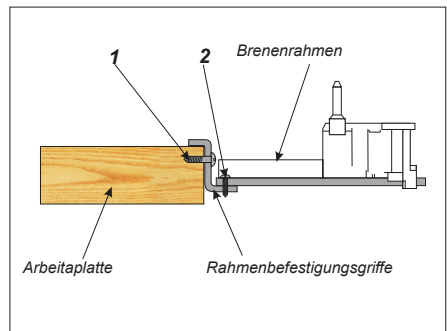
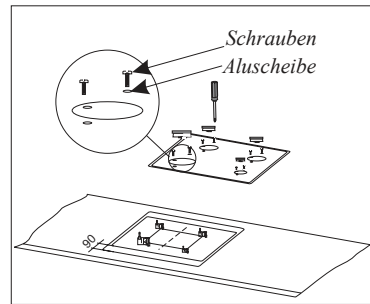
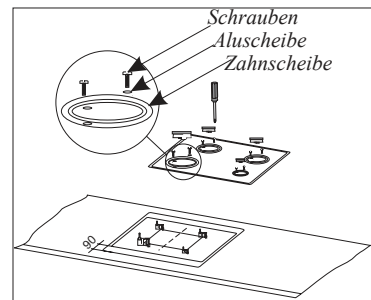

Abb. 3
Abb. 5
Abb. 6
- die Blechschrauben [2] (Abb. 3) lösen.
- Brennerahmen schieben, bis Massenübereinstimmung von 90 mm (Abb. 5) erreicht wird und in dieser Position den Brennerahmen mit Blechschrauben [1] (Abb. 3) in der Paltenöffnung sperren.
- auf den Brennerahmen die Arbeitsplatte hinlegen und mit 8 Blechschrauben mit Unterlagsscheiben M-3 (Abb. 5) an Brennerahmen zuschrauben,
- Brennerahmen schieben, bis Massenübereinstimmung von 90 mm (Abb. 6) erreicht wird und in dieser Position den Brennerahmen mit Blechschrauben [1] (Abb. 3) in der Palttenöffnung sperren.
- auf den Rahmen mit Brennern eine Keramikscheibe auflegen und danach Zierauflegen auf die Scheibe und Brenner auflegen. Die Scheibe mit den Zierauflagen mit 8 Blechschrauben mit Unterlagsscheiben M-3 anschrauben (Abb.3), wobei das Anschrauben von den hinteren Normalbrennern anzufangen ist und erst danach ist der Stark- und Hilfsbrenner zu befestigen.